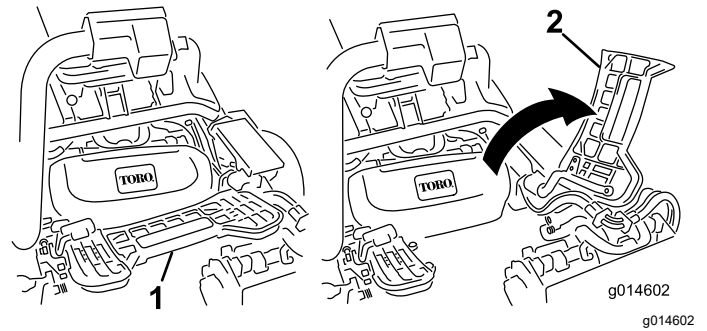

Figure 51
- Relevez le repose-pieds pour accéder à la position de l'unité de coupe centrale (Figure 51).